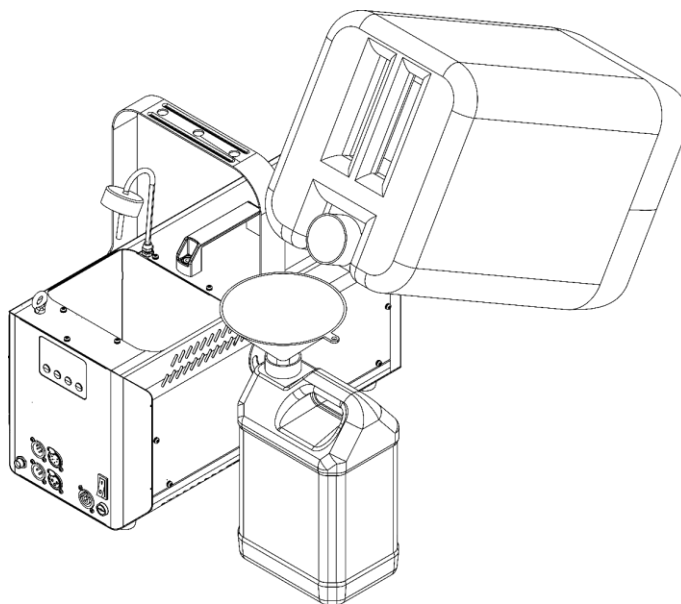

Fig. 11
05) Utilice un embudo para verter el líquido de nieve en el depósito, como se muestra en la Fig. 11.